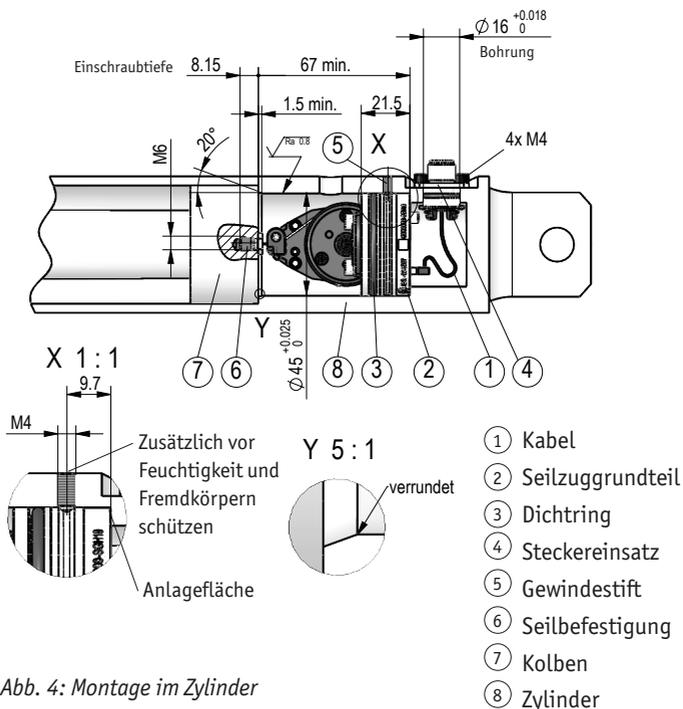

Abb. 4: Montage im Zylinder
### Montage (Abb. 4):
1. Das Kabel ① (z.B. KV1H) ohne Flanschgehäuse am Seilzuggrundteil ② vom SGH10 einstecken. Das Kabel ① (z.B. KV1H) sollte beim Einbau in die Richtung des Kabelausganges vom Zylinderunterteil zeigen.
2. Der SGH10 wird mit eingefettetem Dichtring ③ vorsichtig in das Zylinderunterteil gepresst. Es muss darauf geachtet werden, dass der Steckereinsatz ④ und das Kabel nicht eingeklemmt werden, sondern das der Steckereinsatz durch den Steckerausgang am Zylinderunterteil nach außen gezogen wird. Der Steckereinsatz wird mit dem Flanschgehäuse incl. gefettetem O-Ring gefügt und 4x an der vorgesehenen Stelle verschraubt. Die Axialsicherung kann, wie in Abb. 4 dargestellt, mit einem Gewindestift ⑤ erfolgen. Den Gewindestift erst leicht anziehen (ca. 0.5Nm) und anschließend wieder ca. 0.5 Umdrehungen zurückdrehen. Der Gewindestift muss je nach Umgebungsbedingung abgedichtet werden.